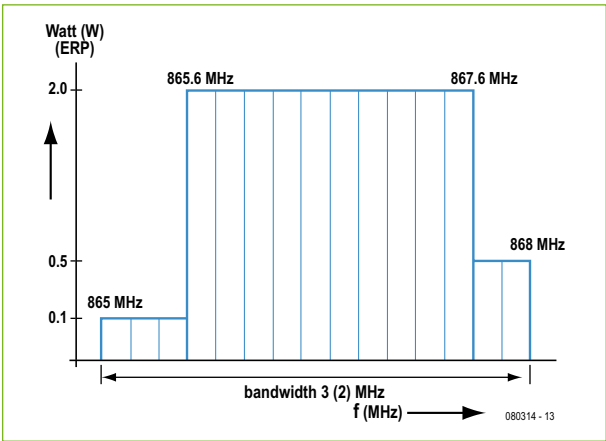

Bild 6.
- Region 2 mit Nord-Amerika, Süd-Amerika und die Pazifik-Region östlich der Datumsgrenze (**Bild 6**) und